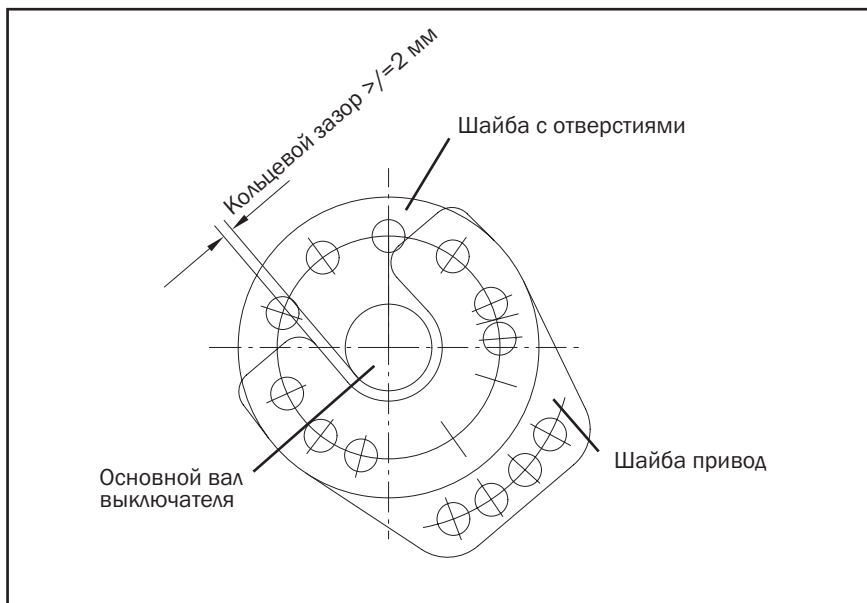

Рис. 5
**4.** При прифланцовывании приводного рычага к шайбе с отверстиями на выключателе следует соблюдать, чтобы кольцевой зазор к основному валу (диаметром 30 мм) был не менее чем 2 мм (рис. 5).